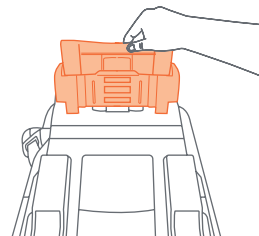

Fig. 58-1
- 4- Mueva suavemente el pie de elevación hacia adelante y hacia atrás para confirmar que esté en la posición bloqueada (Fig. 58-1).